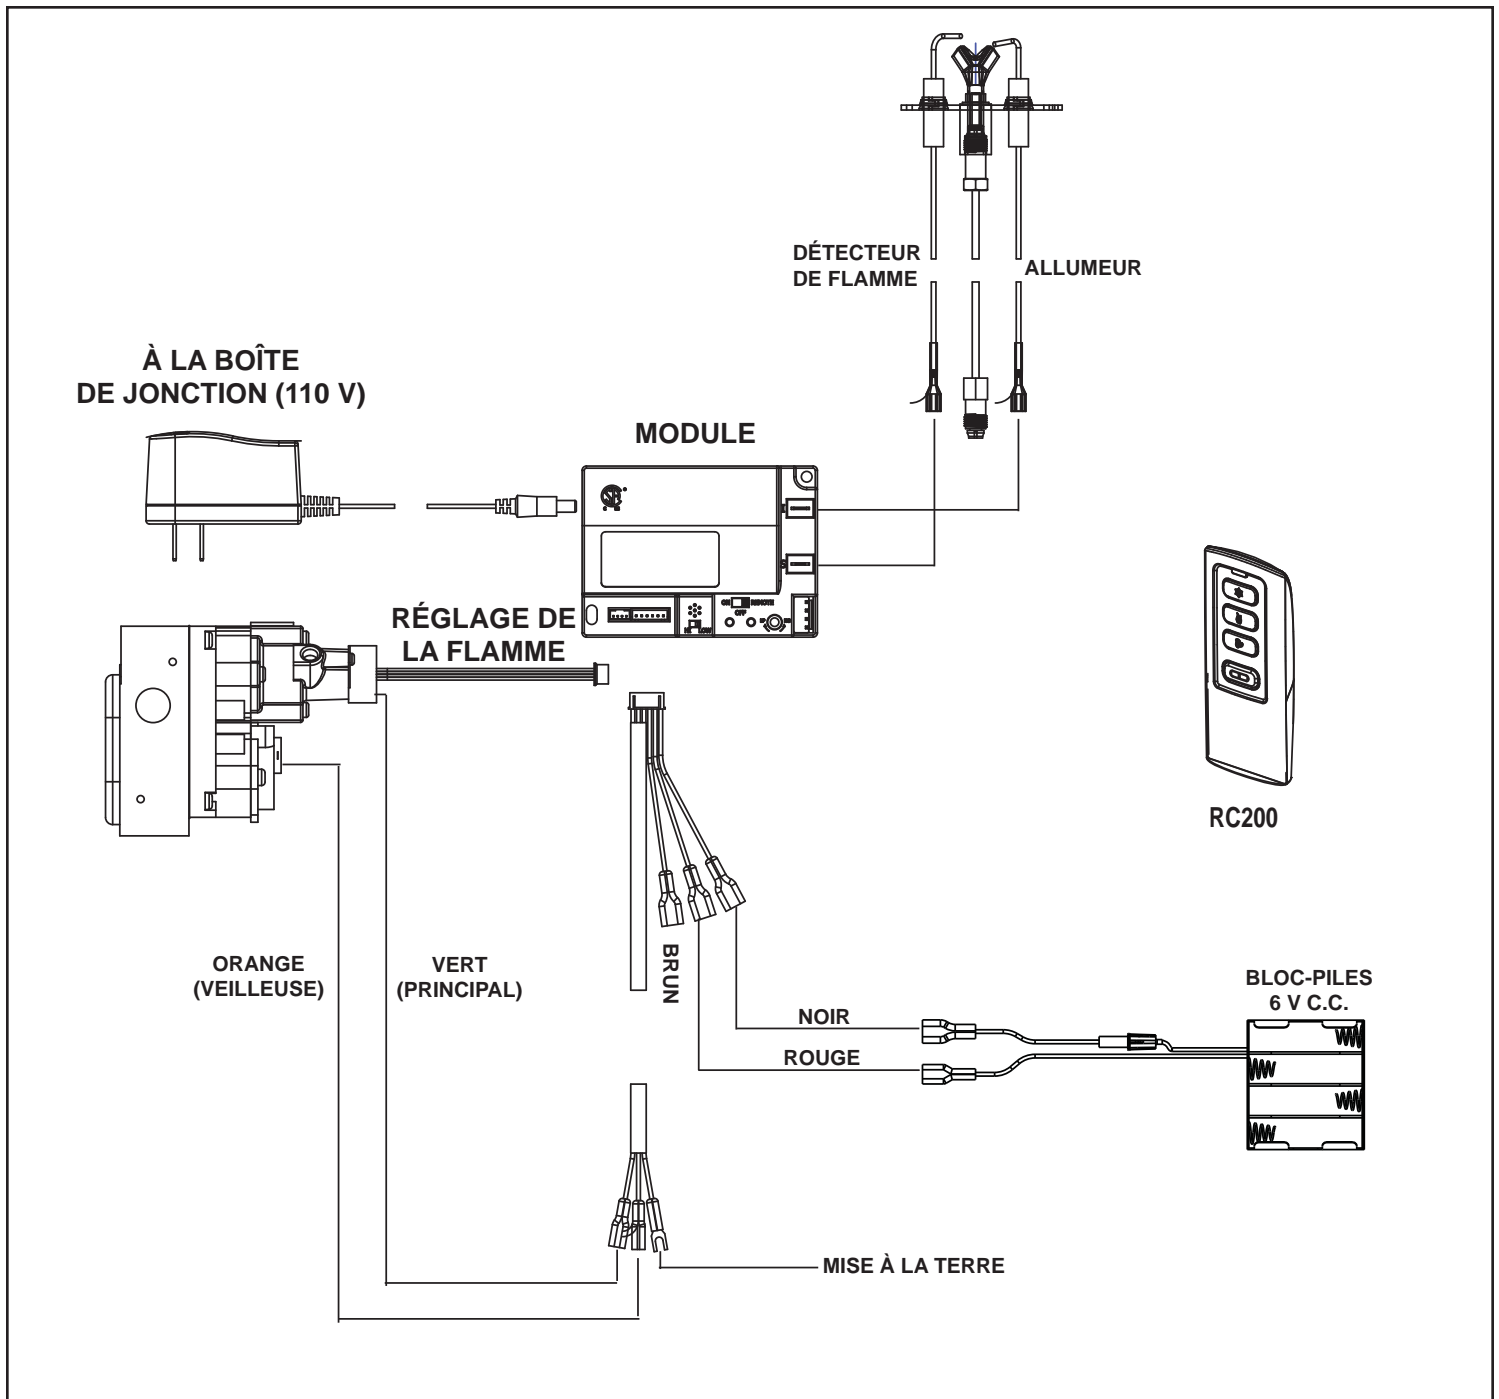

Figure 8.2 Schéma de câblage du système Intellifire Plus (IPI)
- Se référer à la figure 8.2, Schéma du câblage IPI.